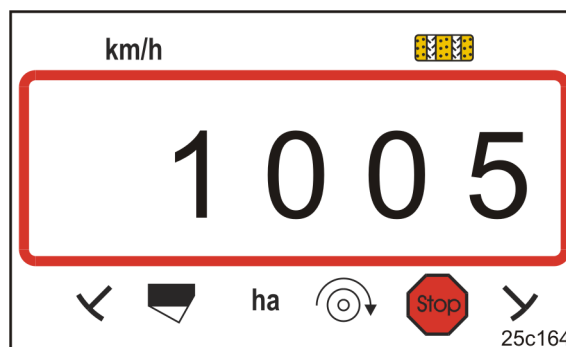

Fig. 20
- Displayet (Fig. 20) viser kalibreringsverdien (f.eks. 1005 Imp./100 m).